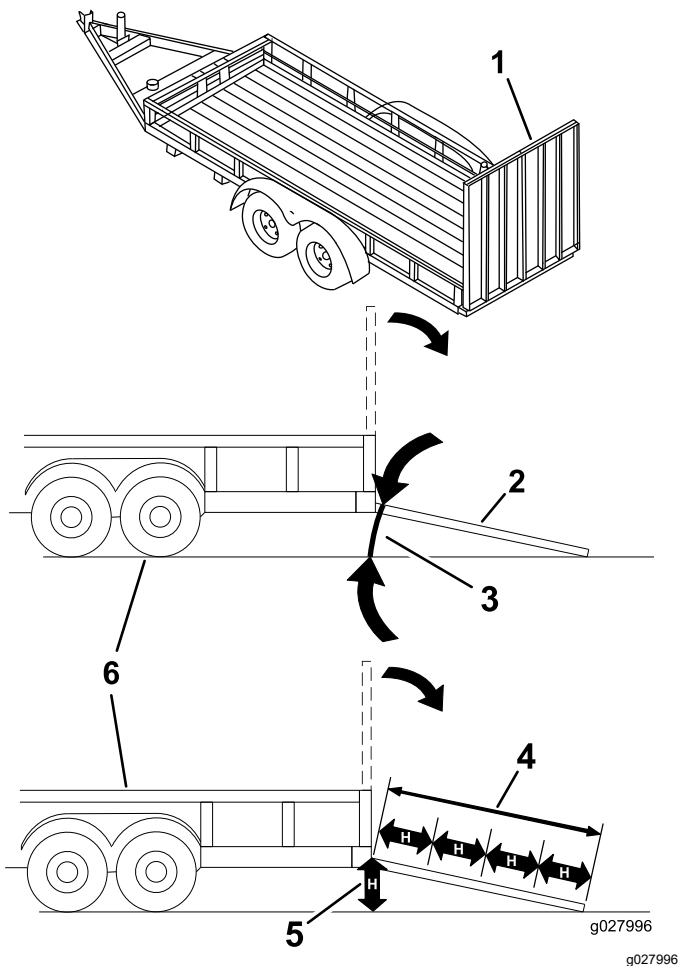

Bild 42
Das Laden einer Maschine auf einen Anhänger oder einen Lastwagen erhöht die Umkipppgefahr und könnte schwere oder tödliche Verletzungen verursachen (Bild 42).
3. Senken Sie die Rampe ab und stellen Sie sicher, dass der Winkel zwischen der Rampe und dem Boden höchstens 15 Grad beträgt (Bild 42).
1. Senken Sie die Rampe ab und stellen Sie sicher, dass der Winkel zwischen der Rampe und dem Boden höchstens 15 Grad beträgt (Bild 42).